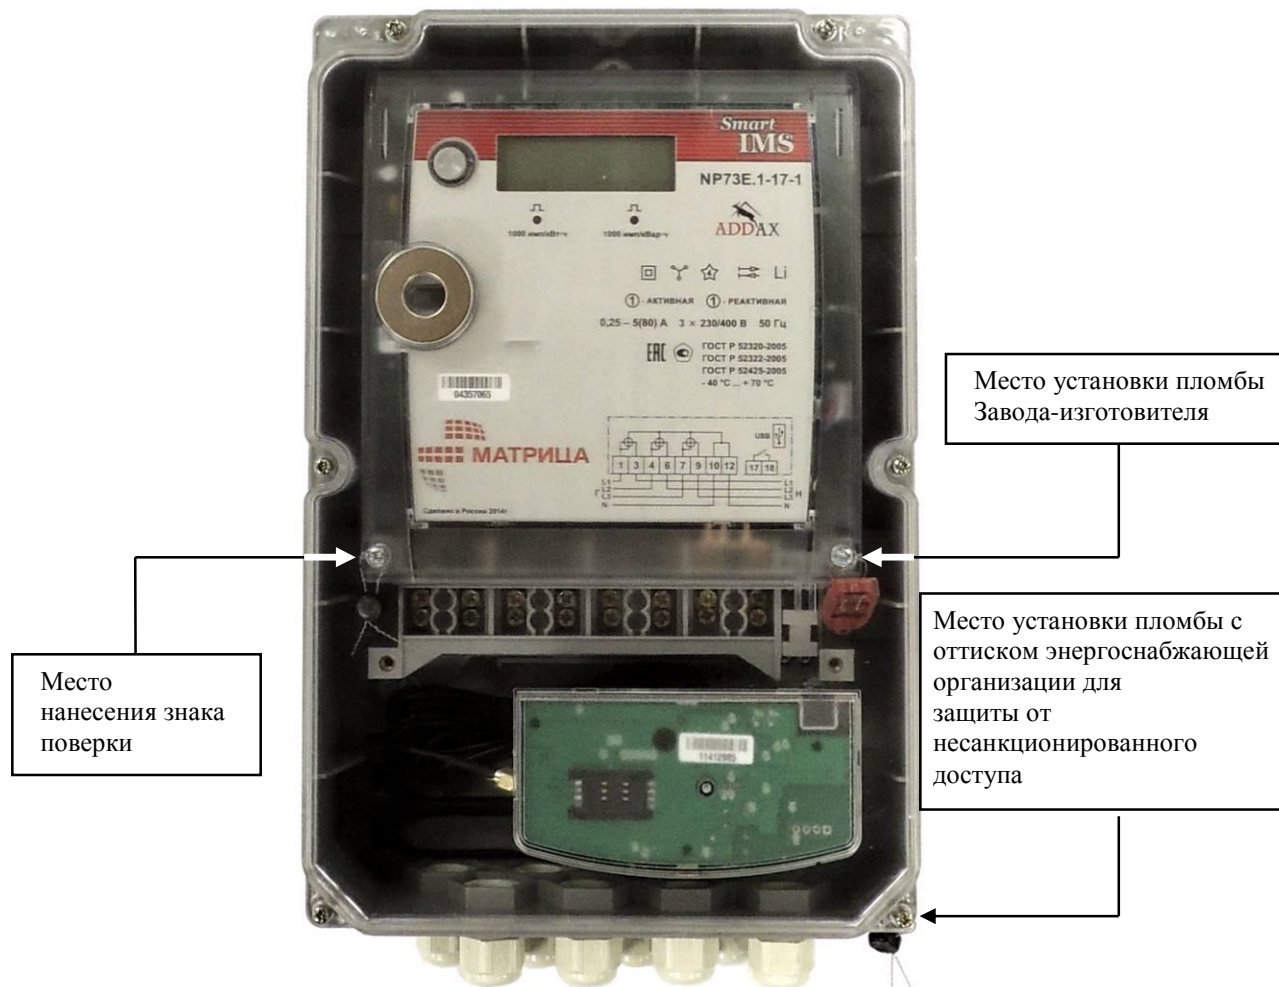

Рисунок 3 - Схема пломбировки счетчика в split исполнении
(S)	Split исполнение - модификация счетчика, у которого крышка клеммника модифицирована т.о. чтоб счетчики можно было устанавливать под открытым небом. Состоит из крышки и основания. Основание можно крепить при помощи монтажных лент к столбу линии электропередачи. Позволяет исключить доступ к счетчику и клеммной колодке счетчика. Подразумевает использование пользовательского (удаленного) дисплея и дополнительного интерфейса для связи с ним. См. рисунок 3.